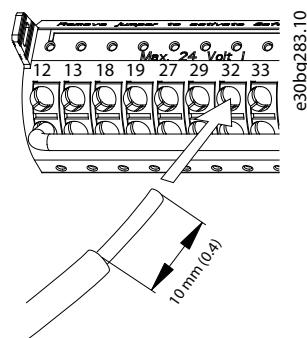

图 5.13 连接硬质控制线缆
- 对于硬质线缆，将裸露的线缆推入到触点中。请参阅图 5.13。